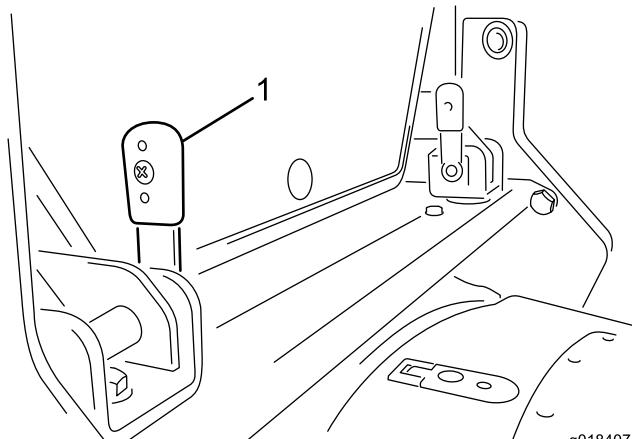

Figure 15
1. Tournez vers le haut les deux leviers de verrouillage situés sur la traverse à l'arrière de la cabine (Figure 15).
2. Les leviers étant en position verticale (Figure 15), poussez-les à travers les supports. Il faudra éventuellement agiter les leviers latéralement dans les supports pour aligner les ergots de verrouillage dans les fentes.